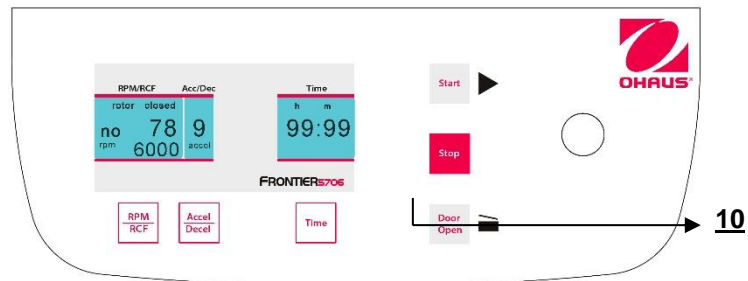

Abbildung. 23
Der Durchlauf kann zu jeder Zeit unterbrochen werden, indem die Taste **"Stop"** (10) gedrückt wird (siehe Abbildung 23). Nachdem Sie die Taste gedrückt haben, wird sich die Zentrifuge mit der vorab ausgewählten Intensität bis sie zum Stillstand gelangt verlangsamen.